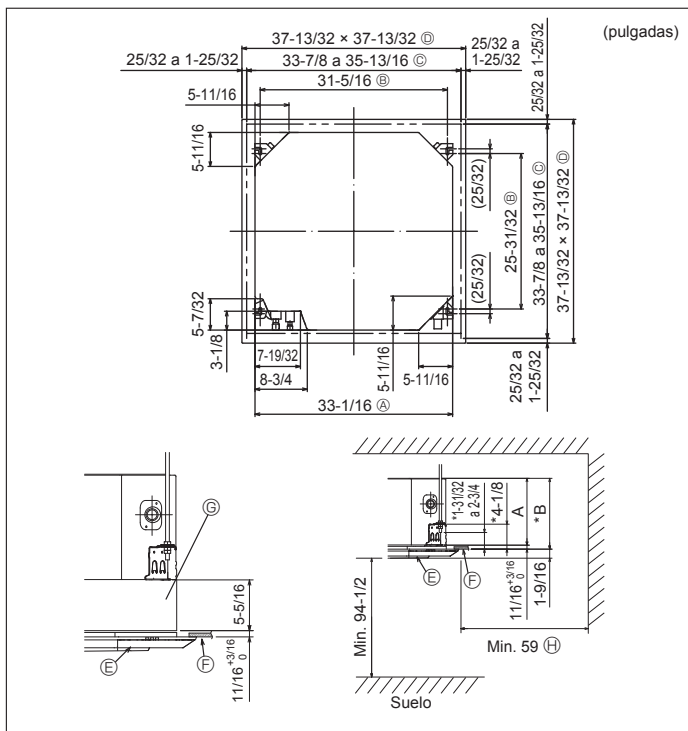

Fig. 2-2
2.2. Apertura del techo y ubicación de los tornillos de suspensión (Fig. 2-2)
- * Las dimensiones de la apertura del techo pueden ajustarse dentro de los valores indicados en Fig. 2-2; centre la unidad principal en la apertura asegurándose de que los lados opuestos respectivos alrededor de la apertura sean idénticos.